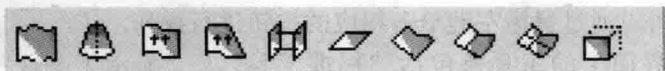

图 1-18 “曲面工具”工具条
(7) 曲面工具 “曲面工具”工具条如图 1-18 所示,它包含了“直纹面”、“旋转面”和“扫描面”等曲面生成工具。